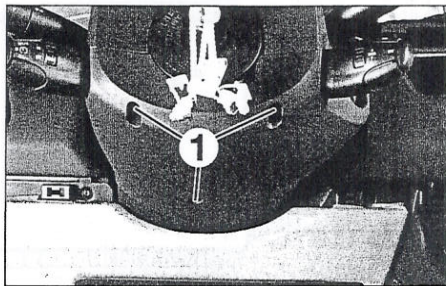

FIGURA 9-4
- Desmontar los tornillos de fijación (1) de la carcasa inferior de la columna de dirección (figura 9-4).